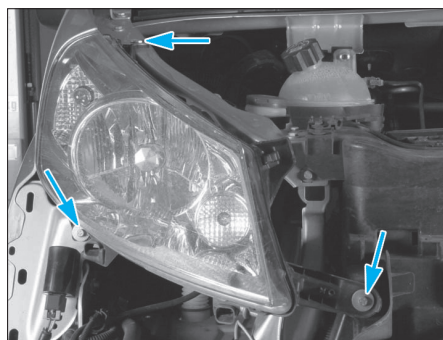

Fig. 56
- Déposer les trois vis (Fig.56).